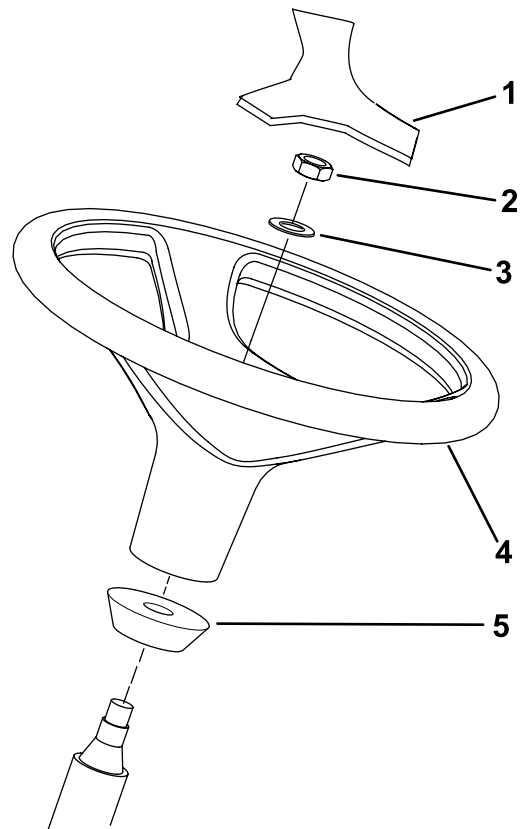

Figura 13
Nota: Accertatevi che il collare in schiuma rimanga sul piantone (Figura 13).
3. Collocate il volante e rondella sul piantone (Figura 13).
5. Montate il coperchietto sul volante (Figura 13).
1. Rimuovete il volante dal supporto per il trasporto (Figura 13).